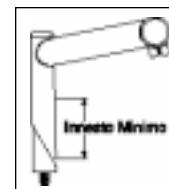

Fig.1
4. Sui cannotti di sterzo filettati, inserire l'attacco manubrio fino alla profondità minima indicata dalle norme CPSC e JIS. L'attacco manubrio deve essere inserito ad una profondità di innesto minima non inferiore a 2,5 volte il diametro dell'estremità inferiore dell'attacco manubrio, non il cuneo (vedere fig.1).